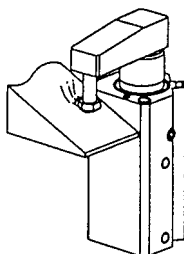

図6
- ④ワークのクランプ面は、必ずシリンダ軸線に対し垂直になるようにしてください。(図6)